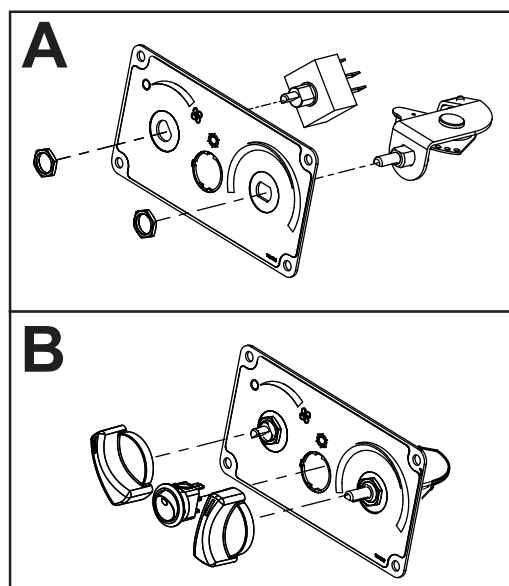
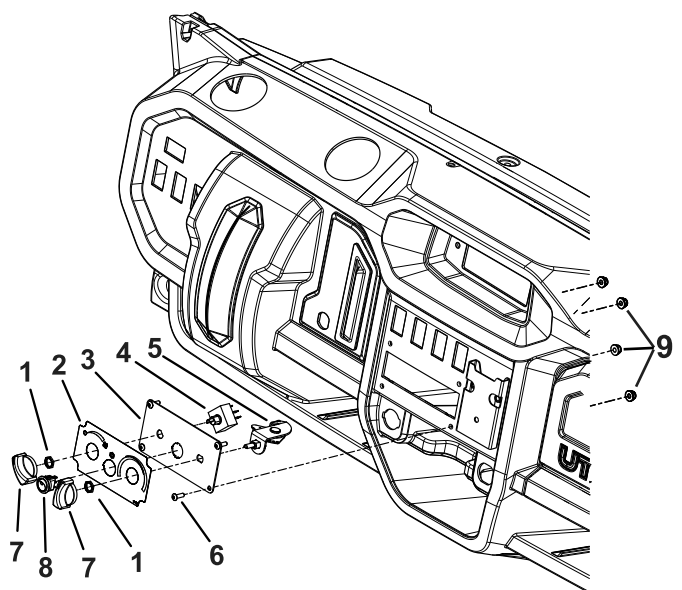

Figura 5
Figura 6
- Instale os dois interruptores com manípulos no painel de controlo com duas porcas de interruptor (7/16 pol.) como se mostra em Figura 5 e Figura 6.
- Instale o interruptor basculante do A/C no painel (Figura 5 e Figura 6).
- Instale um manípulo sobre cada interruptor (Figura 5 e Figura 6).